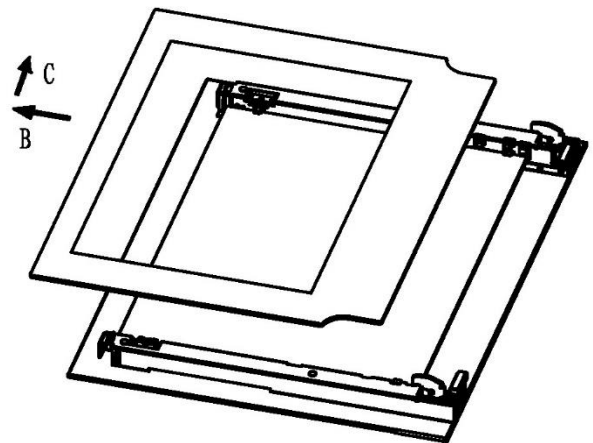

Fig. 2
- Maintenant, en fermant légèrement la porte, vous pouvez la soulever en tirant sur les crochets «A »comme indiqué sur la figure 2.
2. Retirez lentement le verre intérieur (Fig. 2)